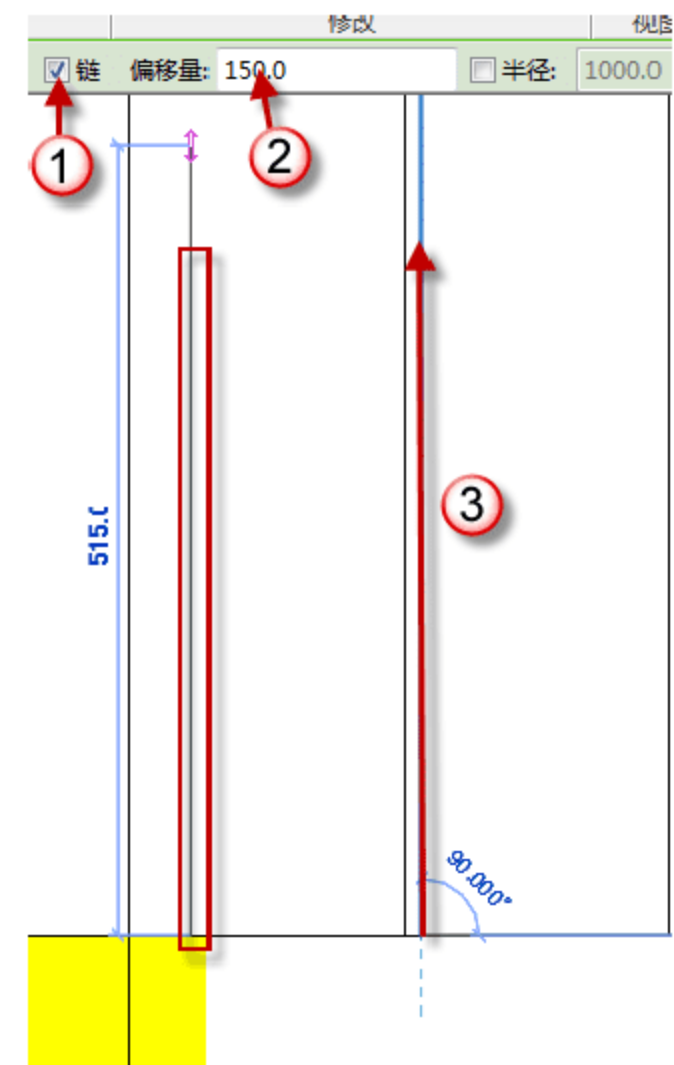

图 12.2.10 绘制内檐口的模型线
(2) 绘制内檐口的模型线。选择“建筑”→“模型线”命令，选中“链”复选框，将“偏移量”设置为“150mm”，然后绘制模型线，如图 12.2.10 所示。